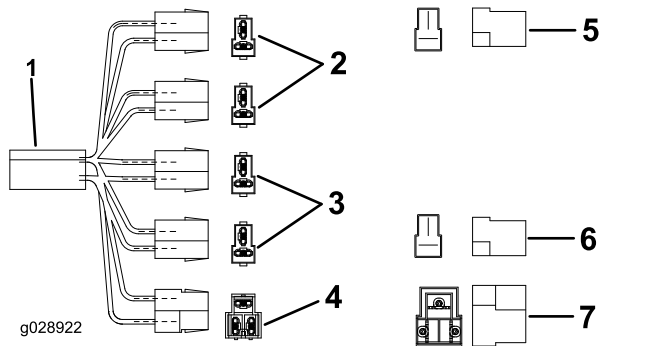

Figura 5
- Conecte el conector del cable al arnés de cables principal de la máquina (Figura 5).
- Conecte un conector negro y verde al conector del intermitente trasero y el conector negro, rojo y naranja al conector de la luz de freno trasera (Figura 5).
- 7. Conecte la luz de matrícula a los cables conectores. Consulte Figura 5).